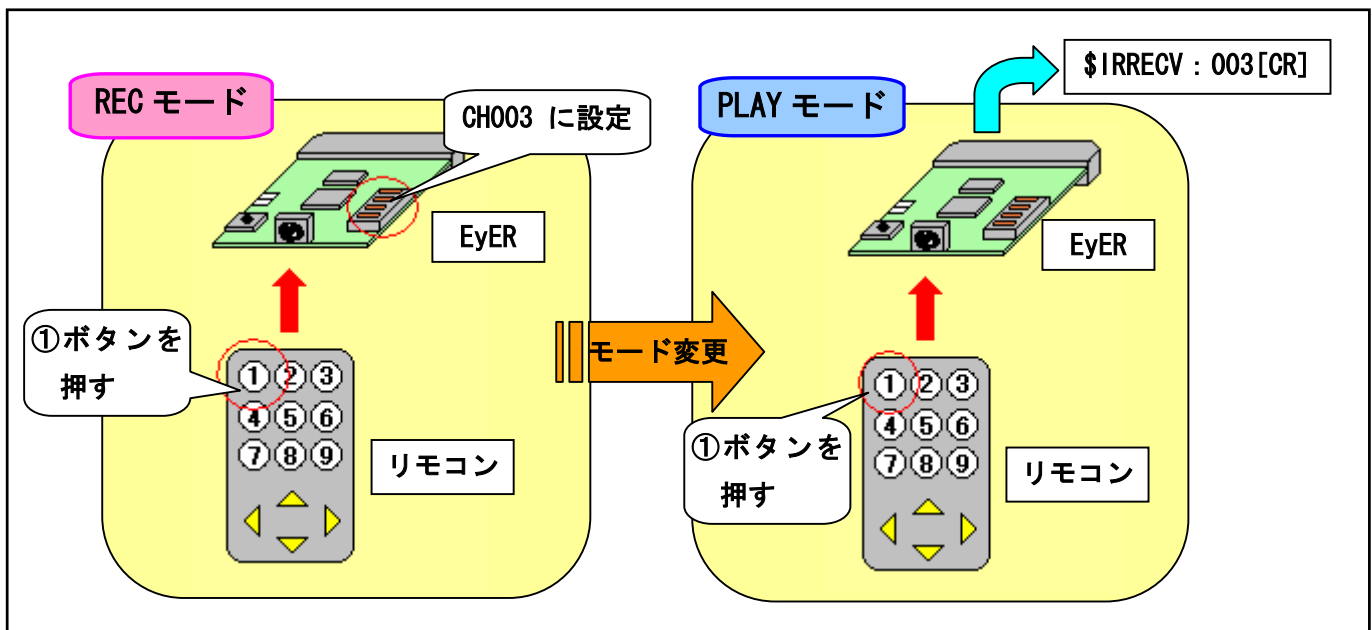

図 2-2 EyER の活用
そして、EyER が PLAY モード時に再びテレビリモコンの①ボタンの赤外線データを受信すると、EyER からホスト側に”\$IRRECV:003[CR]”と送信されます。(図 2-2)